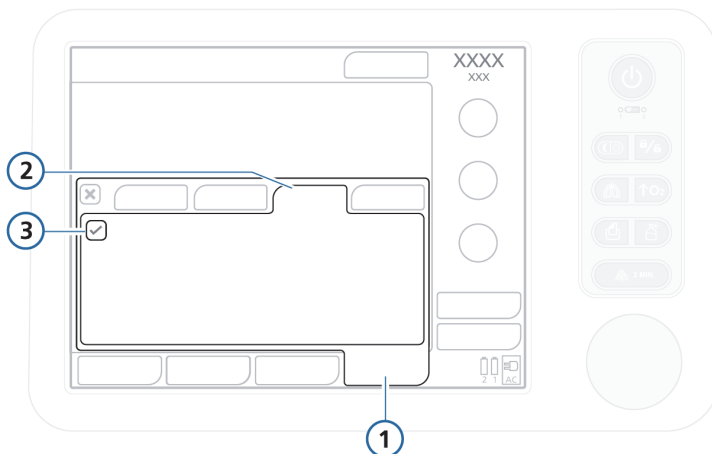

Рисунок 4-3. Окно «Датчик вк/вык»
2. Чтобы включить/отключить мониторинг показателей O₂, установите/снимите флажок «O₂». См. рис. 4-3.